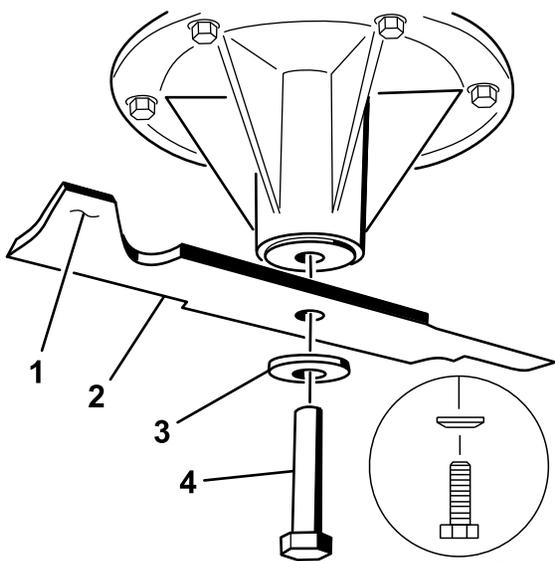

Figura 71
2. Instale la cuchilla en el eje (Figura 71).
3. Instale la arandela curva y el perno de la cuchilla (Figura 71).
Nota: El cono de la arandela curva debe estar orientado hacia la cabeza del perno (Figura 71).